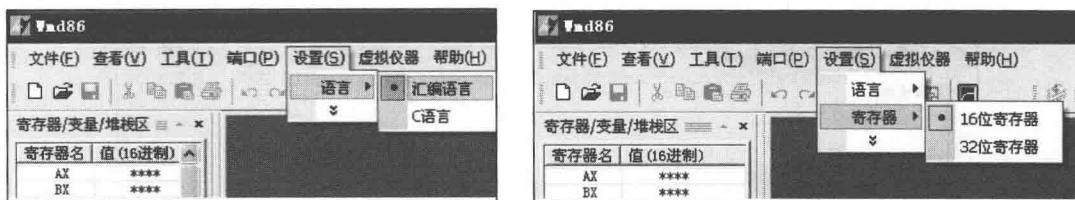

图 1.1.1 Wmd86 集成开发环境寄存器操作
2) 根据程序设计使用语言的不同,通过在“设置”下拉列表中选择需要使用的语言及寄存器类型,这里选择“汇编语言”和“16 位寄存器”,如图 1.1.1 所示。语言及寄存器类型选好后,下次再启动软件将保持这次的修改不变。